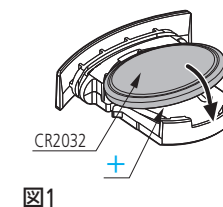

図1
- デジマチックタイプの電池は、CR2032を使用してください。（図1）